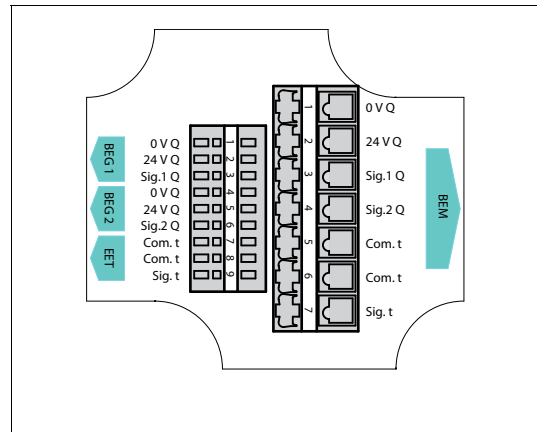

Abb. 7 Anschlussschaltbild Anschlussdose
Als Option bietet der Hersteller zu den Durchflussmessgeräten der Baureihe OMP eine Anschlussdose, die den elektrischen Anschluss der verschiedenen Sensoren erleichtert. Es können bis zu drei Sensoren angeschlossen werden. Die Sensorkabel werden zu einem mehradrigen Anschlusskabel zusammengefasst, welches bei Bedarf optional mitgeliefert werden kann. Der detaillierte Belegungsplan findet sich auf der Innenseite des Deckels der Anschlussdose, siehe Abb. 7, Seite 43.
2. Verkabelung der Impulsgeber und des Temperatursensors durch die Kabelverschraubungen **2** in der Anschlussdose vornehmen. Dabei Anschlussschaltbild beachten, siehe Abb. 7, Seite 43.